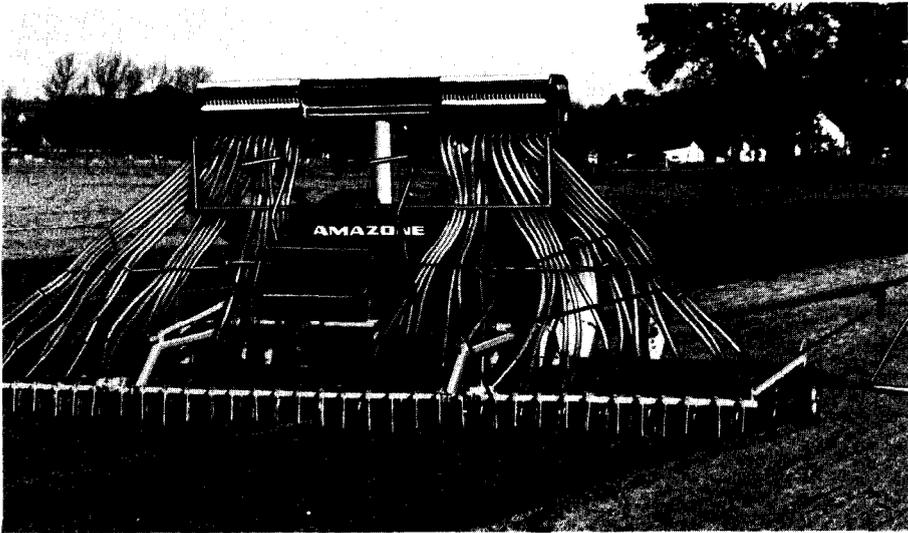

Abbildung 9
7. Ist ein Saatstriegel vorhanden, wird dieser einfach auseinandergeklappt bzw. erfolgt automatisch, falls eine Hydraulik nach Absatz B) 3. vorhanden ist. Die Zugstangen werden seitlich an den dafür vorgesehenen Haltern (Abb. 9/1) befestigt. Da die Tiefenbegrenzungs-Stangen mehrere Löcher (Abb. 9/2) haben, läßt sich der Tiefgang des Saatstriegels einstellen.
8. Bei lose mitgeliefertem Saatstriegel sind die Tragschienen an den Halte-laschen (Abb. 9/3) und die Tiefenbegrenzungs-Stangen am Rahmen (Abb. 9/4) zu befestigen.